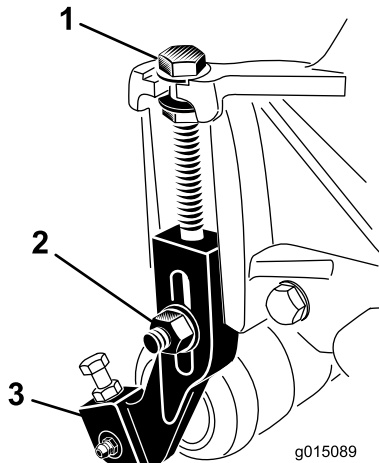

Figura 18
1. Desaperte as porcas de bloqueio que fixam os braços da altura de corte às placas laterais da unidade de corte (Figura 18).